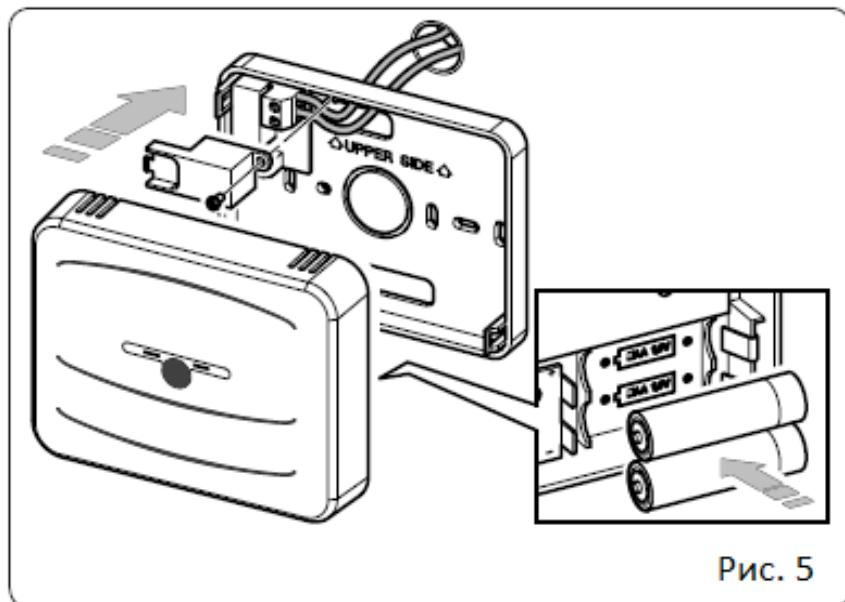

Рис. 5
Для подключения к котлу используются два провода (Рис. 5) с минимальным сечением  $0,50\text{ mm}^2$  и максимальным сечением  $1,5\text{ mm}^2$ .
4. Установите в специальное углубление 2 аккумулятора на 1,5 В типа АА (не включены в поставку) (Рис. 5).
5. Защелкните корпус базы CRONO 7 на основании (Рис. 5).